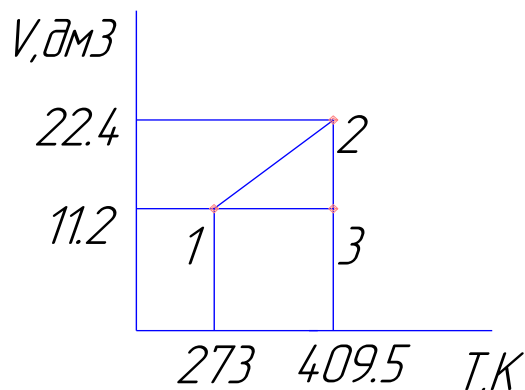

Рис.2
5. На V T -диаграмме изображен замкнутый процесс, который совершает некоторая масса азота (рис.2). Известно, что минимальное давление газа в этом процессе $P_{\min}=3 \cdot 10^5$ Па. Определить массу газа и его давление в точке 1. Значения T_1 , T_2 , V_1 и V_2 указаны на рисунке.